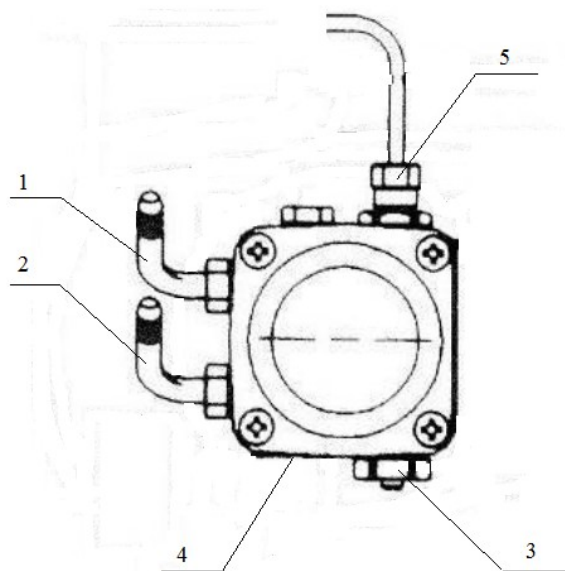

Рисунок 4 – Насос горелки
4.1.5 Регулировка насоса горелки (См. рис. 4).